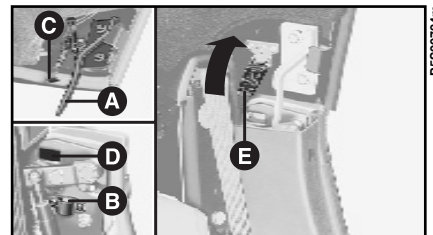

fig. 63
4) Abbassare l'hard top ed infilare i perni **A**-fig. 63 negli ancoraggi **B** sulla vettura (solo allo scopo di far vedere meglio l'ubicazione degli ancoraggi **B** nella fig. 63 è stato asportato il riparo su vettura).